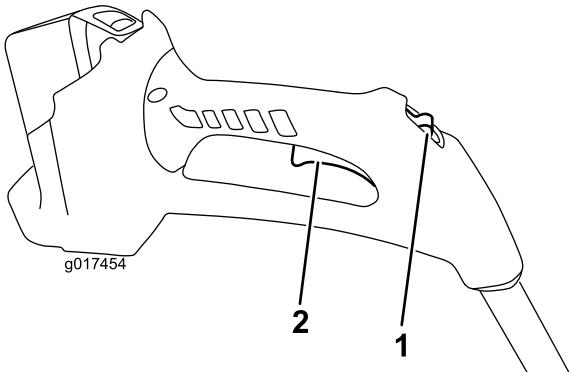

Figure 8
- 4. Pour démarrer la débroussailleuse, repousssez le commutateur de verrouillage à la position de marche, puis serrez la poignée d'actionnement (Figure 8).